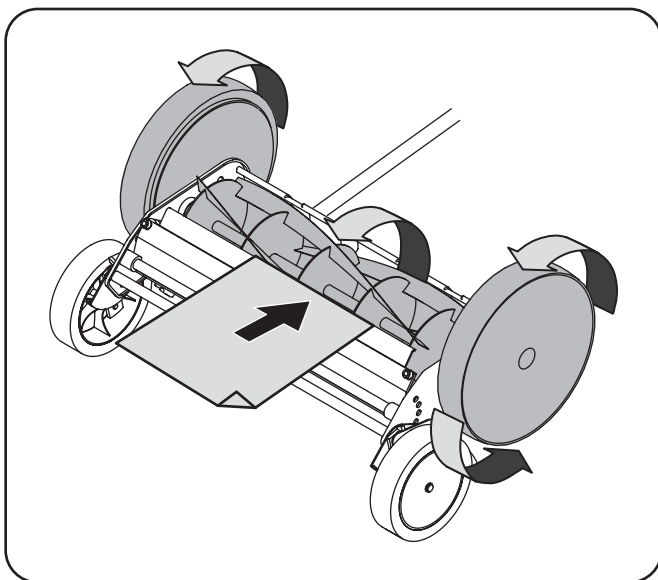

Figure 5-2
- e. Pendant que le rouleau tourne, insérez une feuille de papier entre le rouleau et la barre de coupe. Voir la Fig. 5-2. Le papier doit être coupé régulièrement sur toute la longueur de la barre de coupe, comme s'il était coupé avec des ciseaux. Dans le cas contraire, serrez légèrement les boulons de réglage et répétez le test.